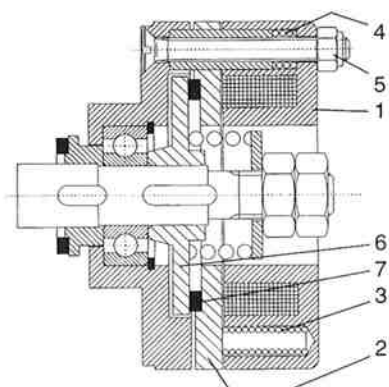

Bild 26.1: Aufbau der Bremse Bauform 1-1.3
**für die Bauformen 1-1.3** (siehe Bild 26.1)